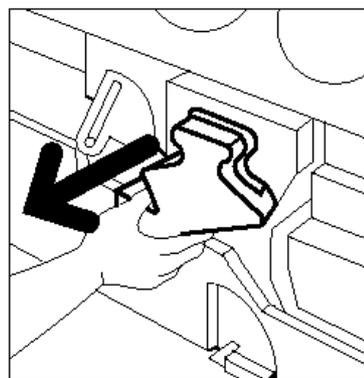

Fig. 21: Estrazione del vecchio contenitore di raccolta del developer usato
- 4** Prendere il contenitore del developer usato con la mano destra ed estrarlo completamente dalla copiatrice/stampante, come illustrato in Fig. 21.